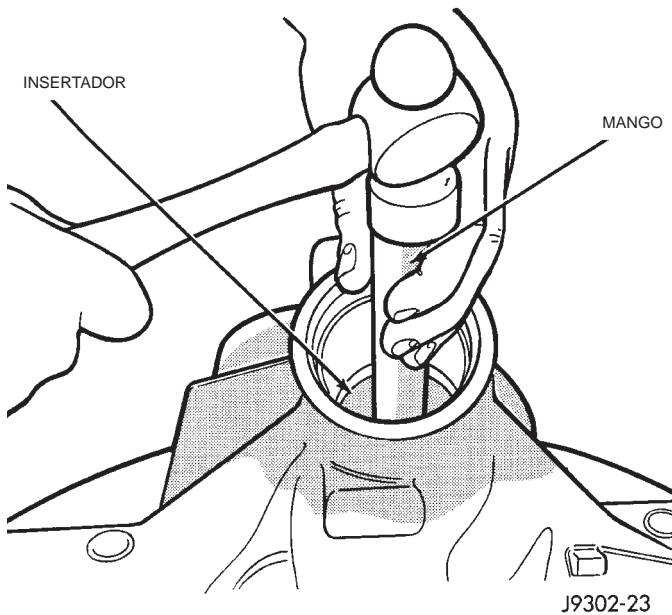

Fig. 38 Desmontaje de la cubeta del cojinete trasero
(8) Retire de la caja del eje la cubeta del cojinete trasero del piñón (Fig. 38). Utilice el extractor D-149 y el mango C-4171.
(9) Retire los espaciadores de profundidad del orificio de la cubeta del cojinete trasero del piñón en la caja del eje. Registre el espesor de los espaciadores de profundidad.